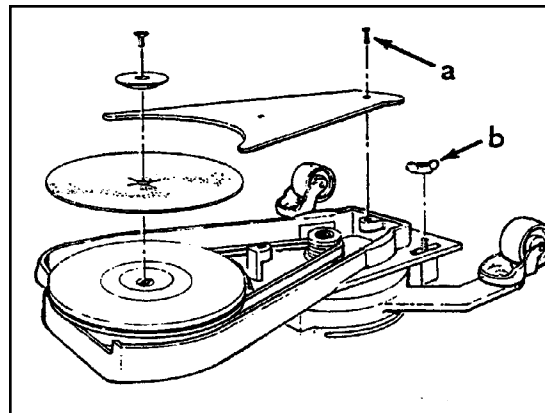
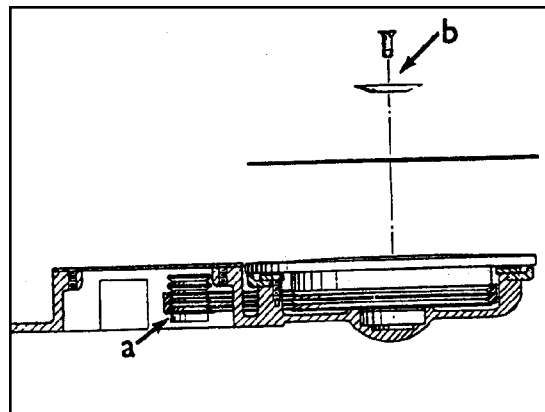

Рисунок 3
Рисунок 4
2. Снимите кожух ременной передачи (рис. 3-а). Разместите удлинитель над двигателем и пусковым винтом с накатанной головкой (рис. 3-б). Установите приводной ремень на самый нижний набор канавок на шкиве двигателя, как показано на рис. 4-а (для удлинительного подпятника с диаметром полировальника 7дюймов). Самый верхний набор пазов предназначен для использования со всеми другими принадлежностями. Натяните приводной ремень, потом затяните винты с накатанной головкой. Поверните приводной полировальник, чтобы проверить положение приводного ремня в шкиве двигателя и пазах ремня полировальника.
4. Выньте винт и фиксатор абразивного материала. Установите абразивный материал по центру полировальника и закрепите фиксатором и винтом. (Рис.4-б)